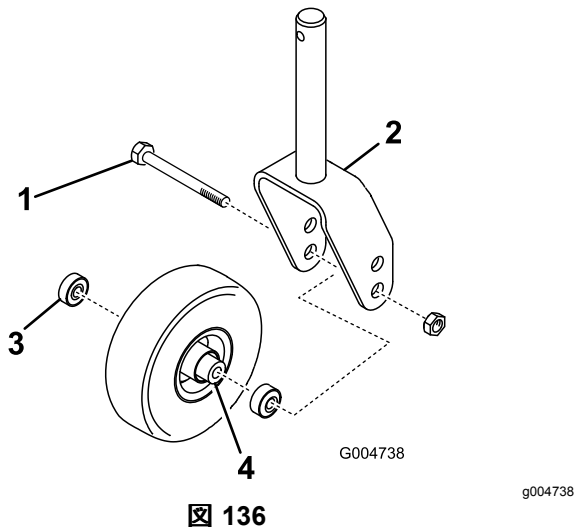

図 136
1. キャスタホイールアセンブリをキャストフォークまたはキャストピボットアーム 図 136 に保持しているボルトからロックナットを外す。
2. キャスタホイールをしっかりと握り、ボルトをフォークまたはピボットアームから抜き取る 図 136。
3. ホイールのハブからベアリングを外して、ベアリングスペーサを床に落とす 図 136。
4. ホイールハブの反対側にあるベアリングを取る 図 136。